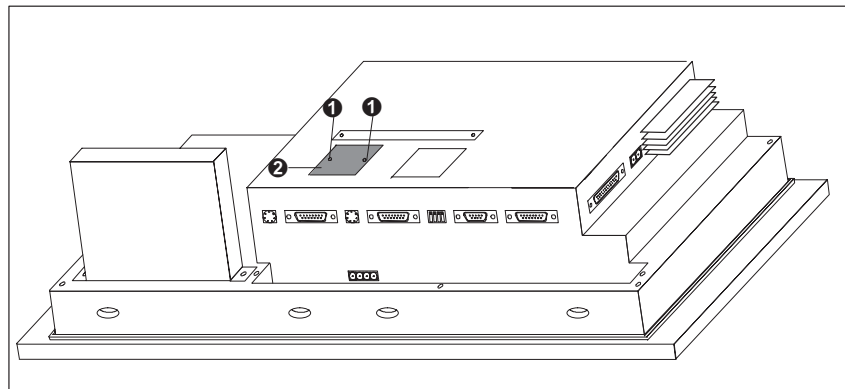

Bild 18-4 Abdeckung entfernen (Beispiel OP37)
2. Lösen Sie zwei Spreiznieten ❶ und entfernen Sie die in Bild 18-4 gekennzeichnete Abdeckung ❷ von der Rückwand des OP.